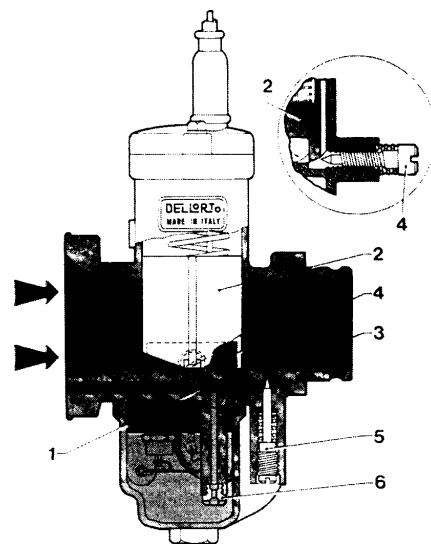

Bild 18
Ein Verdrehen der Gemischeinstellschraube führt demnach zu einer Zu- bzw. Abnahme des Leerlaufgemisches. Bild 18 zeigt den Gasschieber (2) in der Leerlaufposition, eingestellt durch die Leerlaufeinstellschraube (4).